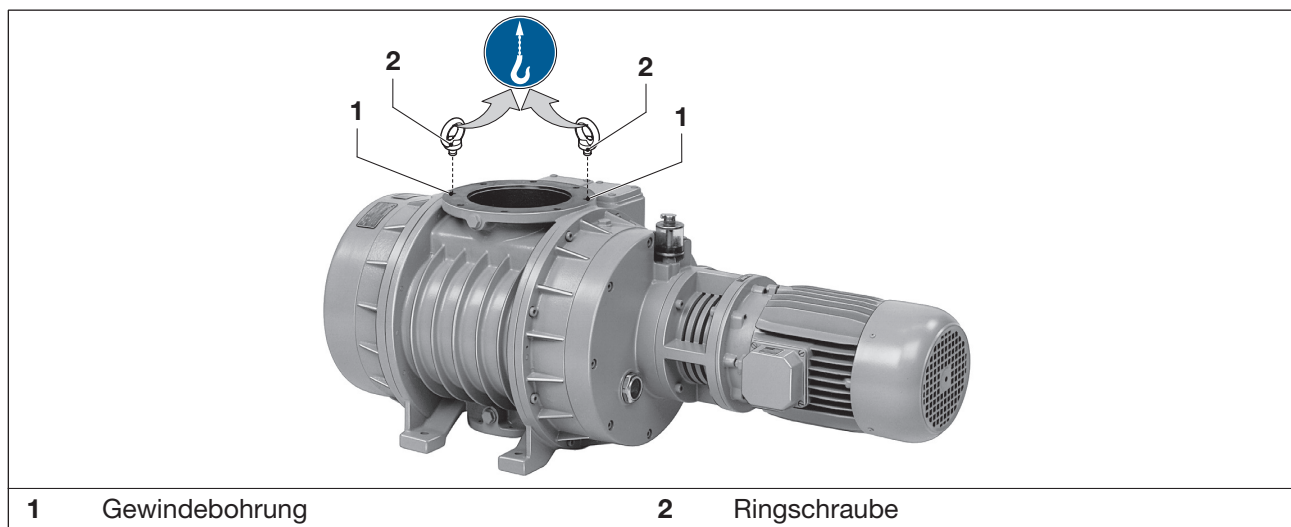

Abb. 1 Lastaufnahmemittel zum Anheben und Transportieren
- b) Zwei Ringschrauben in die Bohrungen (Abb. 1/1) einschrauben:
- c) Ringschrauben (Abb. 1/2) fest anziehen
- d) Zum Anheben der Maschine, diese mittels Hebezeug an den Ringschrauben (Abb. 1/2) aufhängen.